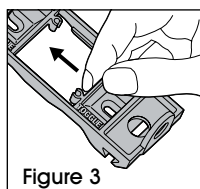

Figure 3
- Pour basculer entre « TOGGLE » et « ROCKER », appuyez fermement pour retirer la glissière à double usage de la base. Retournez la glissière et remettez-la en place. Répétez la procédure pour l'autre glissière. (Voir Figure 3)